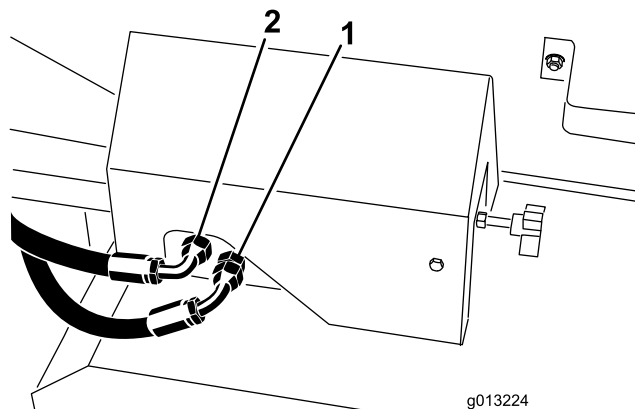
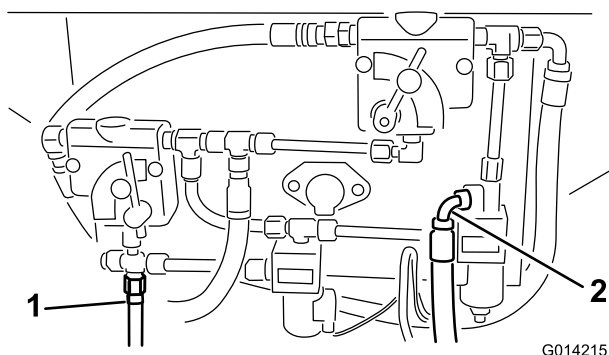
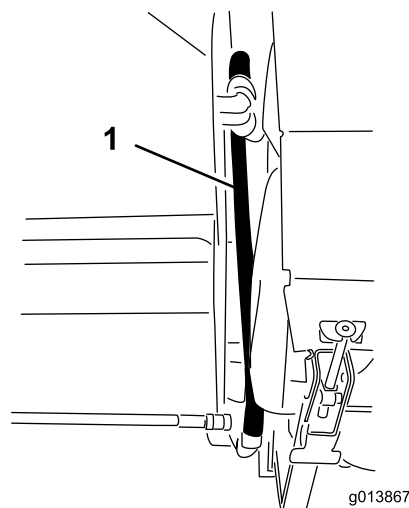
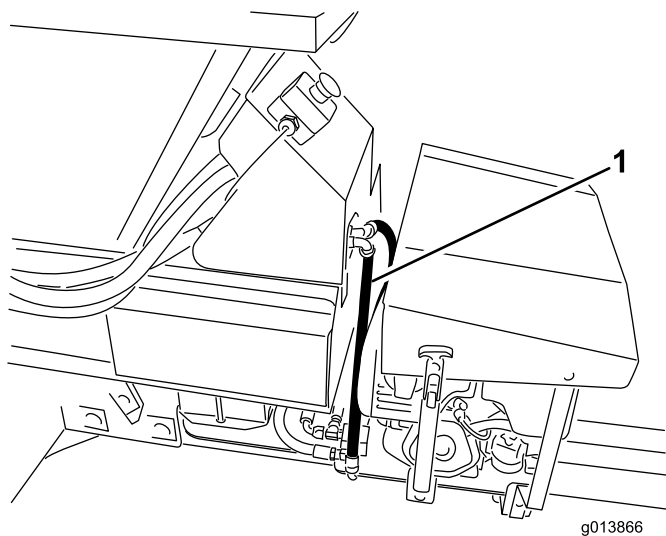

図 15
図 14
図 16
図 17
39. プロパスベースモデルの高圧側および戻り側の油圧接続を確認する。SHバージョンについては図 14 を参照、EHバージョンについては図 15 を参照。
40. もし、加圧側および戻り側ホースが図 14 および図 15 に示す位置に取付けてあった場合には、取り外す。
41. 油圧ホースを油圧コントロールパネルに接続する。SH バージョンについては図 14 と図 16 を参照、EH バージョンについては図 15 と図 17 を参照。